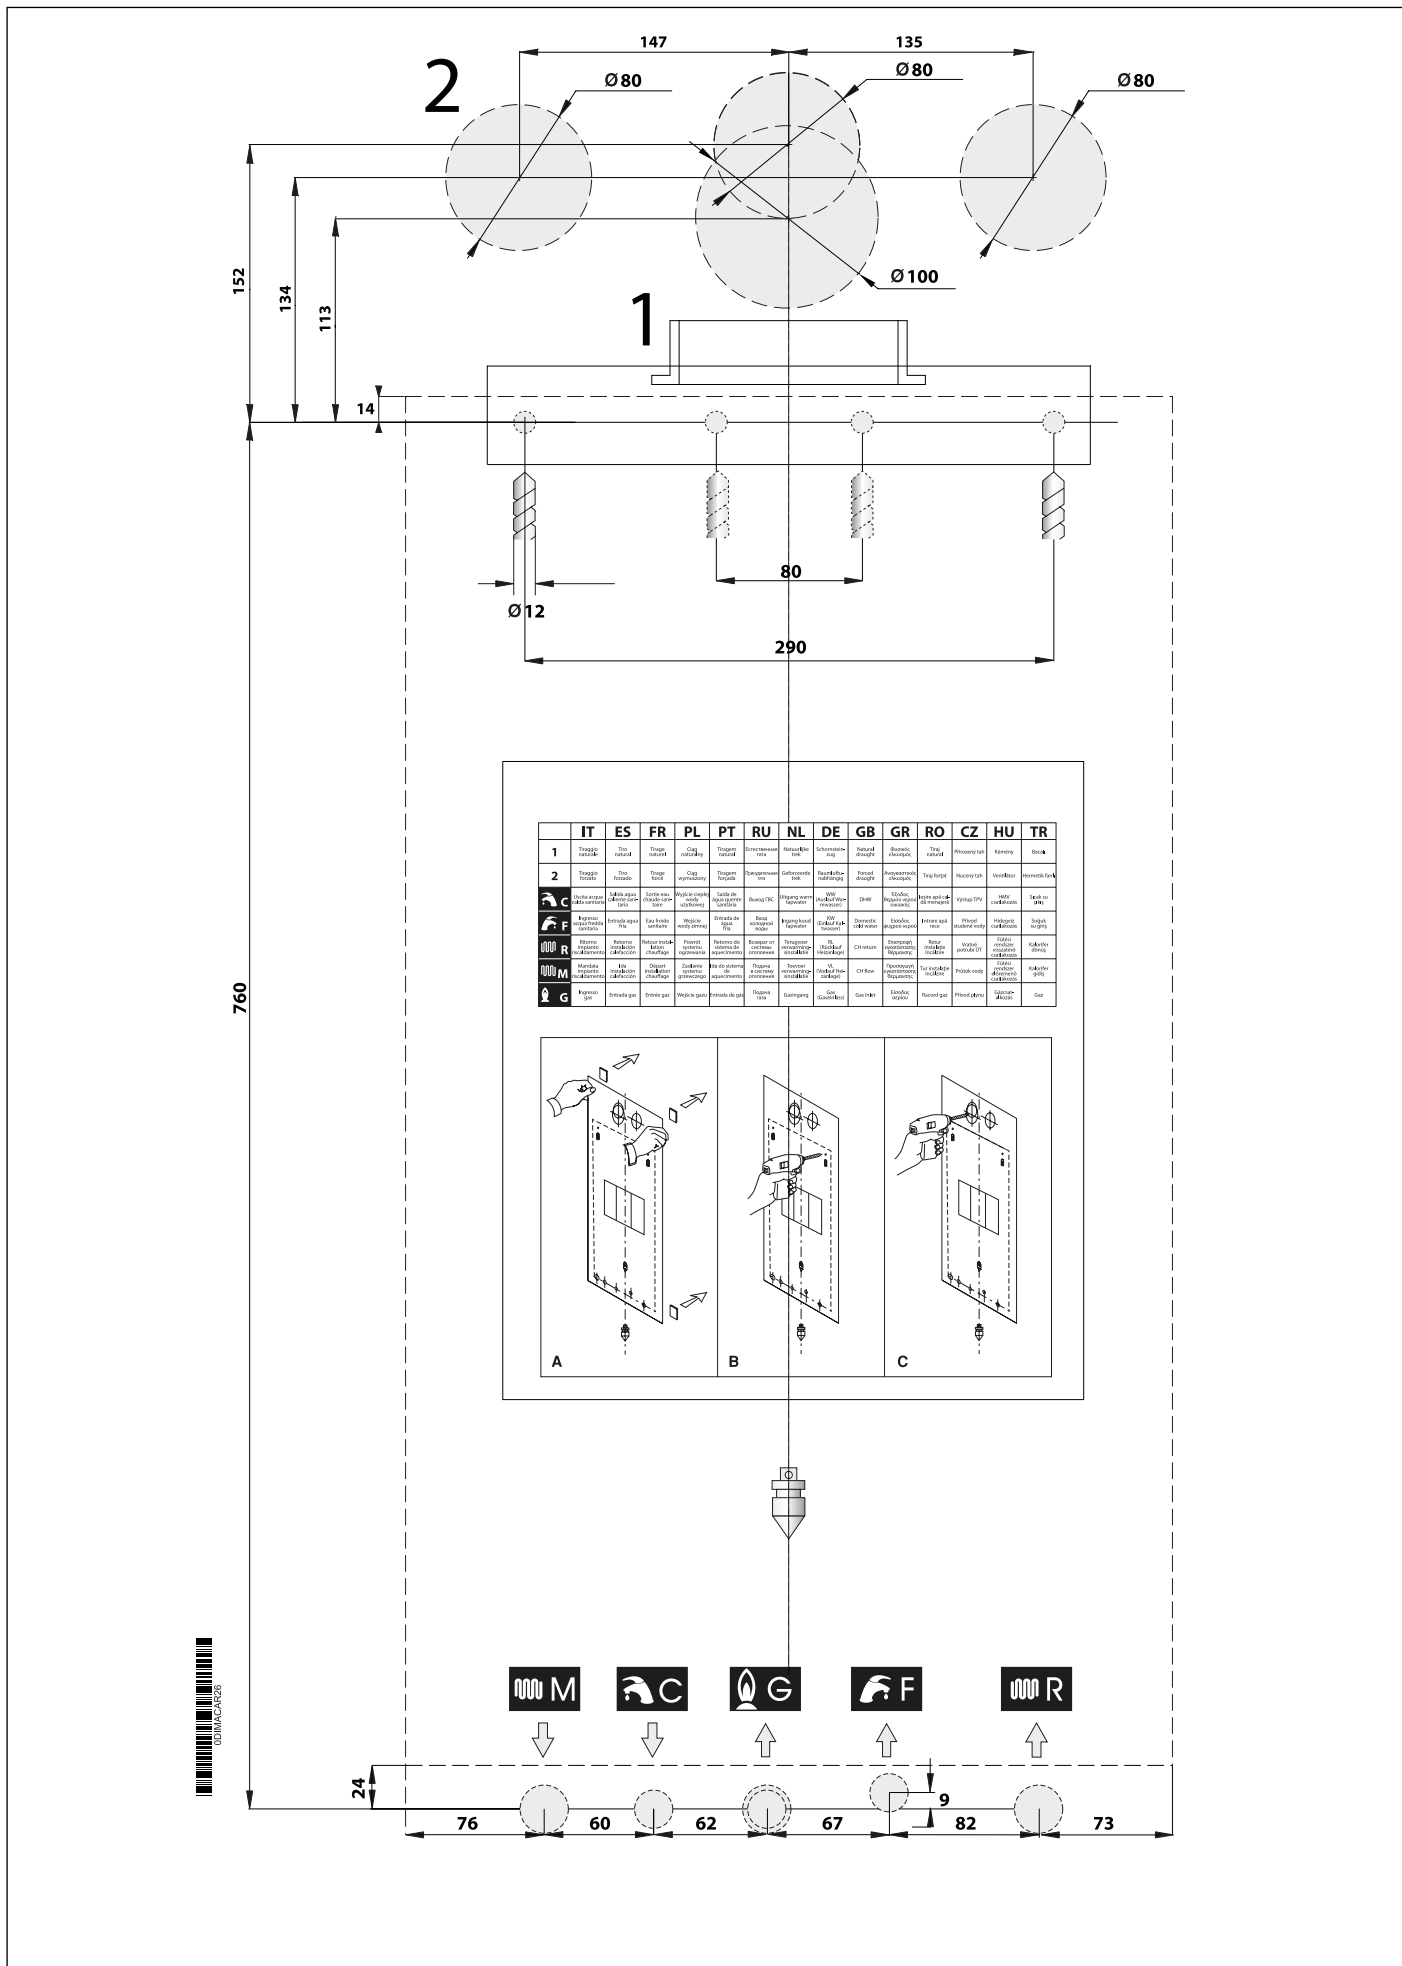

Fig. 9 Plantilla de instalación
- » la plantilla de fijación de la caldera a la pared (véase Fig. 9 Plantilla de instalación).
Cada aparato está provisto de una plantilla de papel correspondiente (ver Fig. 9 Plantilla de instalación).